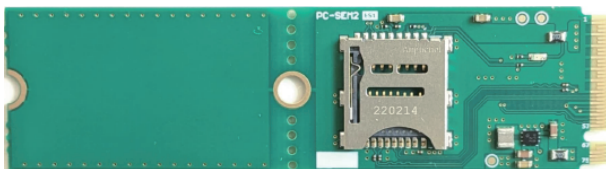

図1：PC-SEM2 基板
M.2 スロットで microSD Express を使う基板「PC-SEM2」を開発しました(図1)。開発の経緯などを書いていこうと思います。